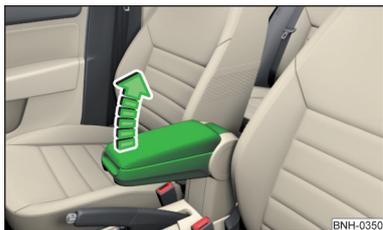

Fig. 56
- Levantar al apoyabrazos totalmente hacia arriba en el sentido de la flecha » fig. 56 y luego volver a abatirlo hacia abajo del todo.